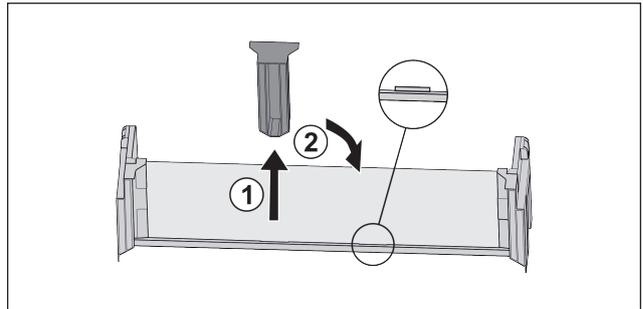

Fig. 124
- ▶ Extraire la pièce de retenue centrale Fig. 124 (1).
- ▶ Insérer la pièce de retenue centrale en deuxième position Fig. 124 (2).